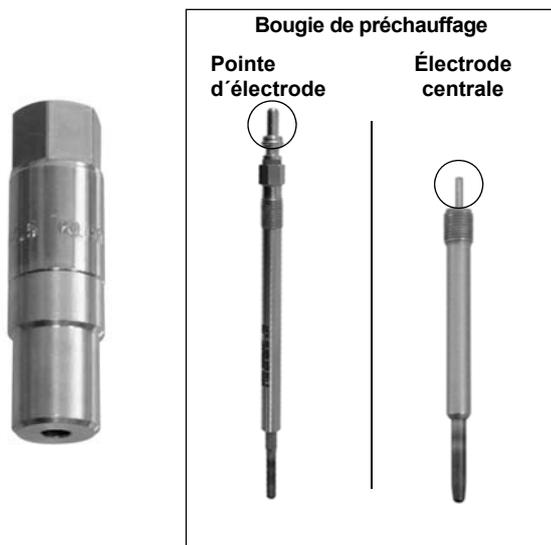

Fig. 1 : Casser l'électrode.
2. Tendre le casse-électrode et casser l'électrode. Pour cela, tourner le casse-électrode en continu, dans le sens des aiguilles d'une montre, avec une douille 17 mm (surpan), jusqu'à ce que les galets-tendeurs prennent fermement prise et que l'électrode se casse. (**Fig. 1**)